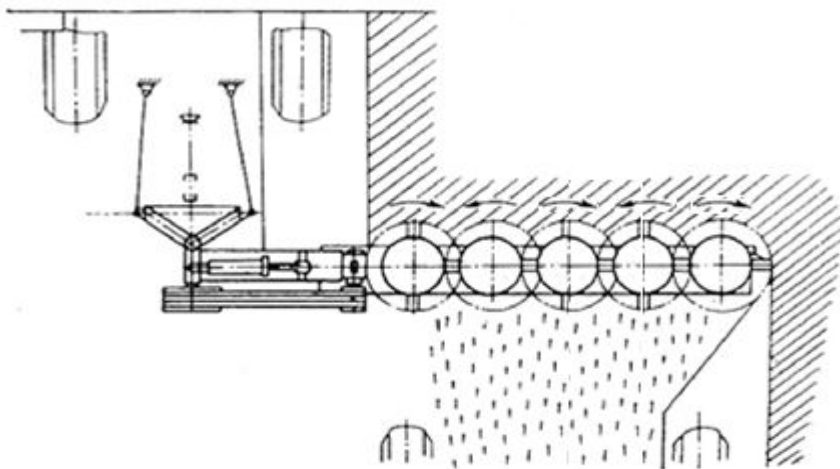
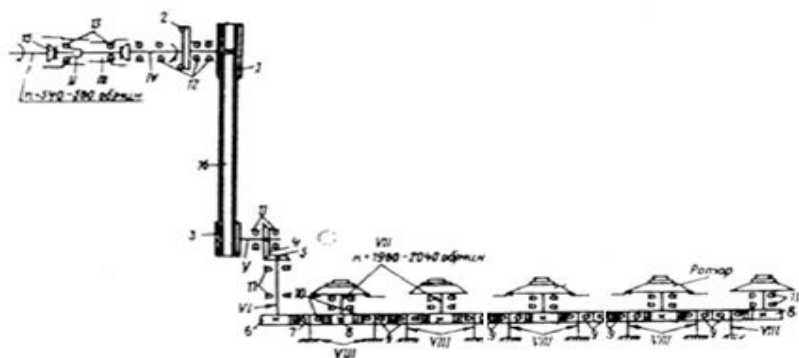
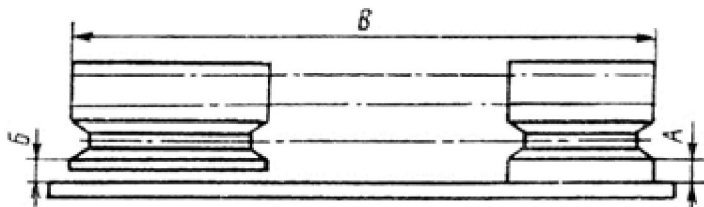

Рис.3 Схема технологическая
Рис.4 Схема кинематическая и схема расположения подшипников
Рис.7. регулирование положения ведущего шкива
3. 2. Технологическая схема представлена на рис.3, кинематическая схема и схема расположения подшипников – на рис.4.
Натяжение клиновых ремней осуществляется с помощью натяжника 1 (рис.14) гайками 3 затяните пружину 2 до соприкосновения витков. Вторичное подтягивание гаек производите тогда, когда зазор между витками пружин увеличится до 3 мм. Ведущий и ведомый шкивы должны находиться в одной плоскости. Это достигается путем установки регулировочных шайб 1 (рис.3) между корпусом 7 и стойками кронштейна. При этом разница размеров А и В (рис.7) не должна превышать 3 мм. При регулировании пользоваться ровной линейкой (кругом, шестигранныком, уголком и т.д.), прикладывая ее к торцу ведомого шкива.